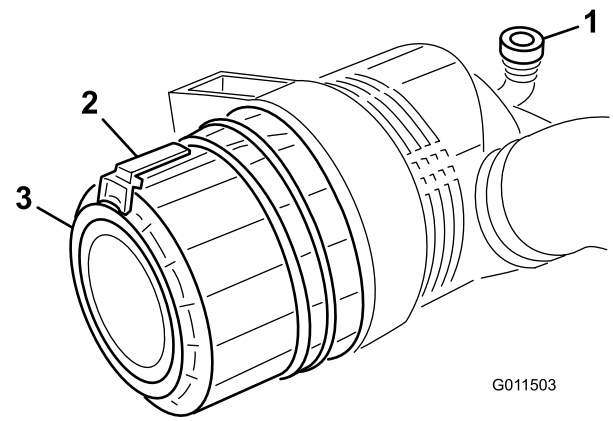

Figura 50
Revise los filtros del limpiador de aire cuando el indicador del limpiador de aire se vea rojo (Figura 50) o cada 400 horas (más frecuentemente en condiciones extremas de polvo o suciedad). No limpie con demasiada frecuencia el filtro de aire.
1. Tire hacia fuera del enganche y gire la tapa del limpiador de aire en el sentido contrario a las agujas del reloj. Retire la tapa de la carcasa (Figura 50). Limpie el interior de la tapa del limpiador de aire.